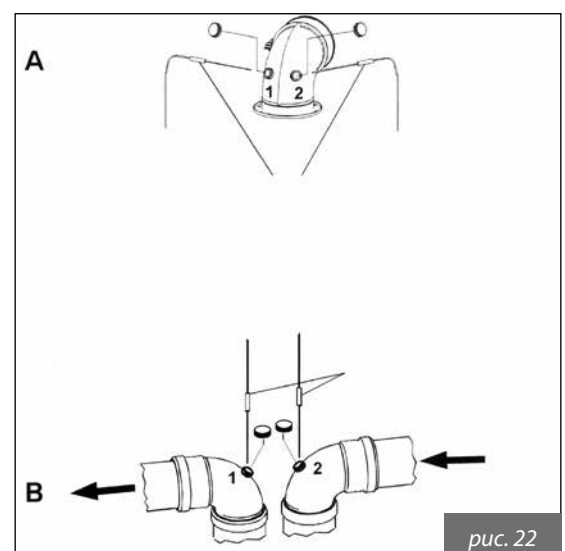

рис. 22
- Измерить температуру воздуха для горения через отверстие 2 (см. рис. 22А).
- Измерить температуру отходящих газов и содержание  $CO_2$  через отверстие 1 (см. рис. 22А).
- Измерить температуру воздуха для горения через отверстие 2 (см. рис. 22В).
- Измерить температуру отходящих газов и содержание  $CO_2$  через отверстие 1 (см. рис. 22В).